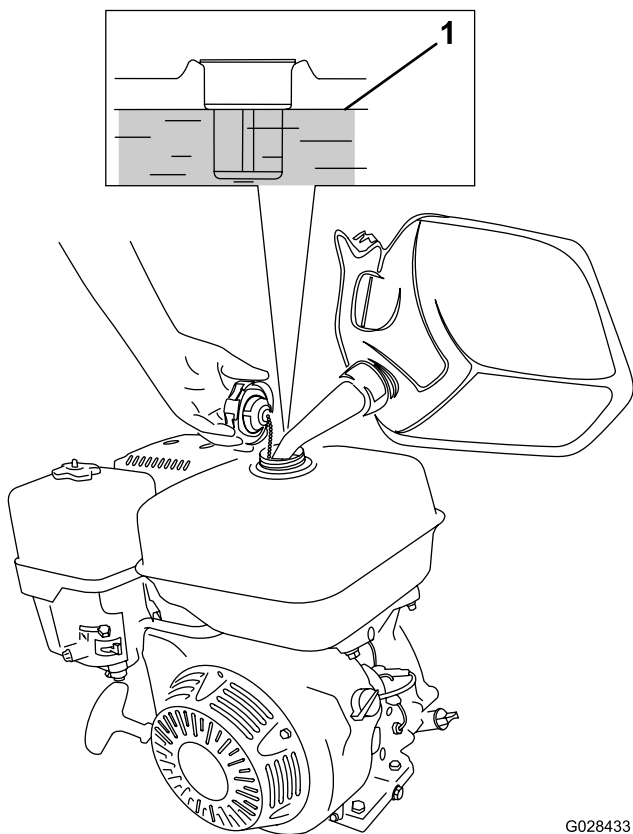

図 22
1. 燃料キャップ 図 22 の周囲をきれいに拭いてからキャップを外す。無鉛ガソリンポンプオクタン価87以上を、燃料タンクに入れるタンク内でガソリンが膨張することを考慮し、タンクの上部に 25 mm 程度の余裕を残すこと。